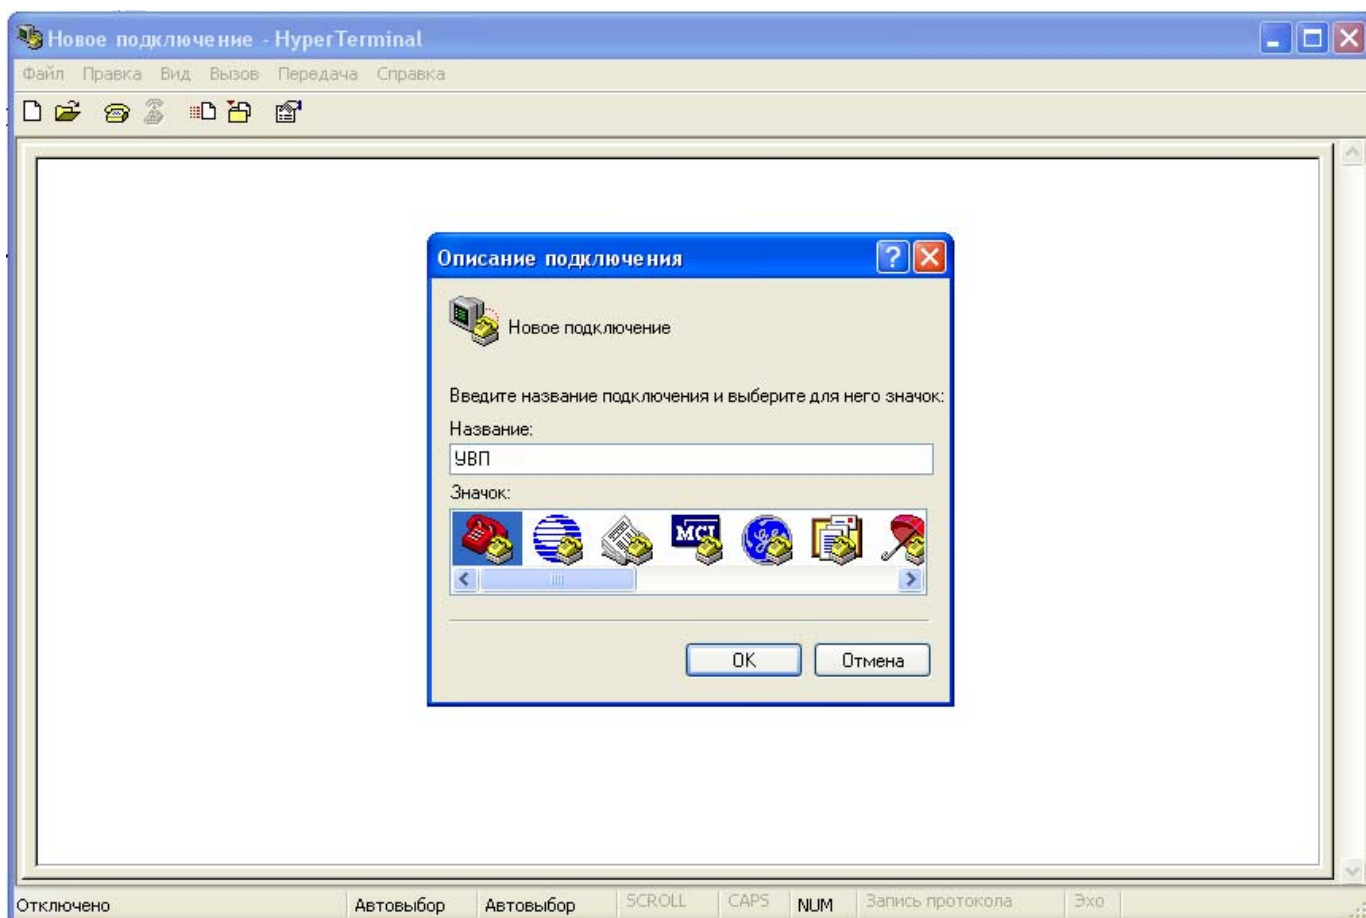

Рисунок 3
- 3) Запустить программу Hyper Terminal (Программы → Стандартные → Связь → Hyper Terminal) и создать новое подключение с произвольным названием, например “УВП” (рисунок 3)